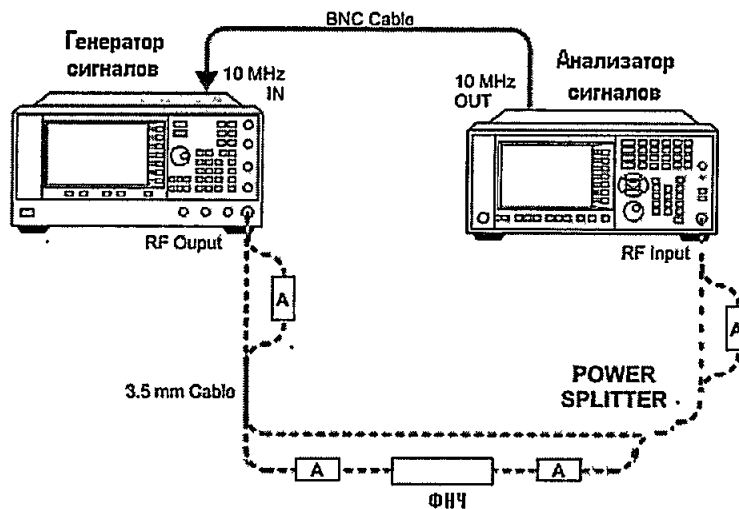

Рисунок 10
7.8.2 При измерении уровня второй гармоники необходимо использовать фильтры нижних частот, соответствующие частоте несущей. Подать на вход анализатора (рисунок 10) гармонический сигнал частотой f_1 и измерить по отсчетному устройству уровень помехи на частоте $2f_1$.